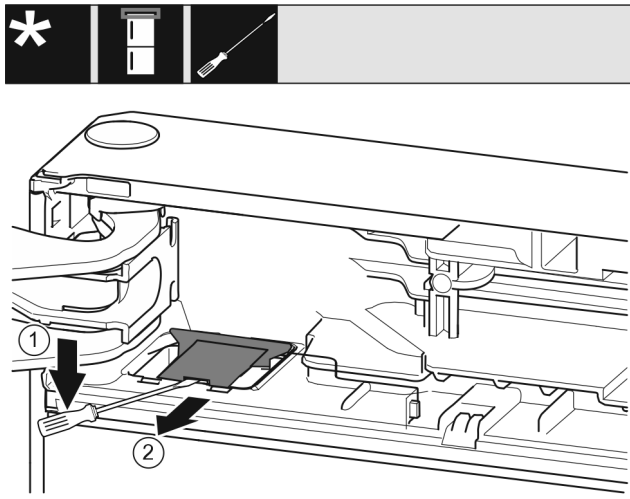

Fig. 9
- ▶ Pattintsa ki a fedelet lapos csavarhúzóval, és emelje fel. Fig. 9 (1)
- ▶ Vegye ki a fedelet. Fig. 9 (2)